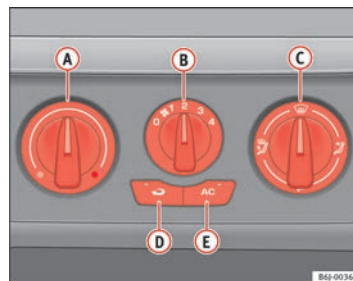

Fig. 90 Mandos del Aire Acondicionado en el tablero de instrumentos
- Con los reguladores $\Rightarrow$ fig. 90 **A** y **C** y con el mando **B** se regula la temperatura, la velocidad del ventilador y la distribución del aire.